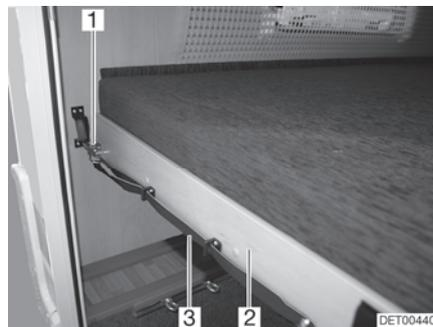

Fig. 76 Litera (parte trasera)
- Tirar del lazo (Fig. 76,3) y soltar el pestillo (Fig. 76,1).
- Tirar el somier (Fig. 76,2) junto con el colchón hacia delante hasta que engatille.